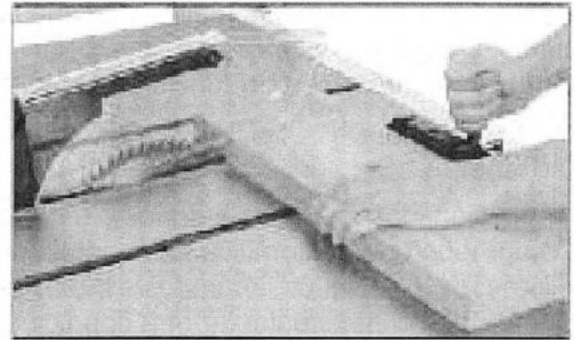

Figura 27.
4. Sostenga la pieza de madera firmemente contra la cara del calibrador de inglete y deslícela suavemente dentro de la cuchilla y a través de la pieza de trabajo. Ver figura 27.